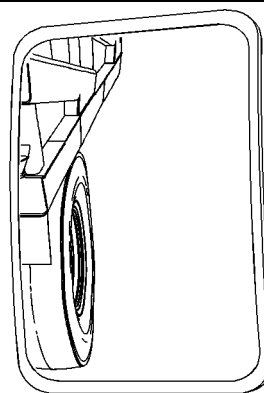

Ilustración 57
- el lado derecho de la caja volcadora y la rueda trasera, según se muestra en la ilustración 57